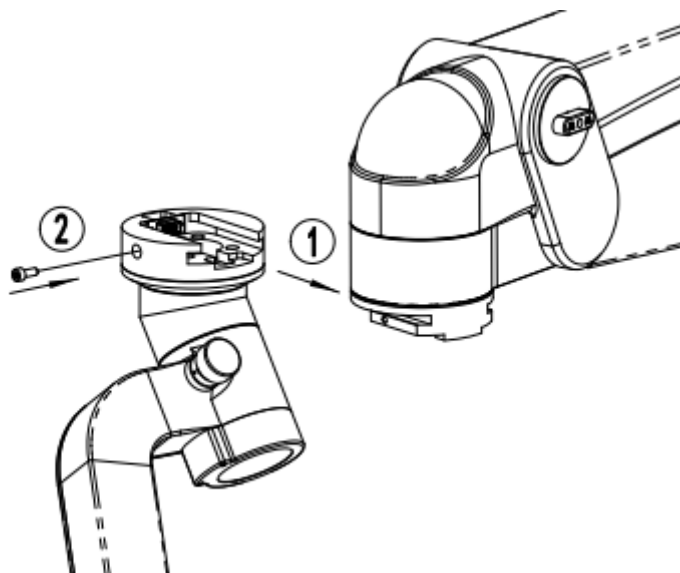

Рис. 4. Схема установки электромагнитного поворотного рычага
(1) Установка электромагнитного поворотного рычага (см. рис. 4)
① Извлеките электромагнитный поворотный рычаг из упаковки головки, извлеките винты на боковой стороне стыковочной штыревой головки под консолью, после чего совместите стыковочную гнездовую головку в верхней части электромагнитного поворотного рычага со стыковочной штыревой головкой под консолью. Вставляйте их по горизонтали с задней стороны;
② Вкрутите ранее извлеченный винт в отверстие соединения с боковой стороны и закройте крышку;